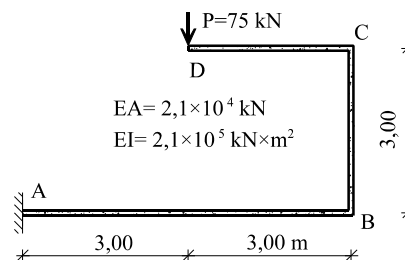

Figura 9
9) La estructura de la figura 9 está empotrada en *A* y sometida a la carga *P* mostrada. Se pide: